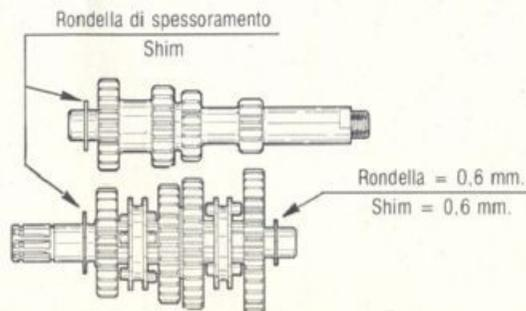

FIG. 27 Cambio a 4 velocità 4 speed gear-box
- 3) VERIFICARE l'integrità del cambio e montare le rondelle di rasamento al giusto posto. Nel caso di sostituzione assicurarsi che esso sia montato nelle stesse condizioni di lavoro del precedente e con un gioco assiale **inferiore a 0,1 mm**. Per ottenere ciò rilevare la distanza dei rasamenti sul carter (compresa la guarnizione centrale) e sui pezzi e compensare la differenza con rondelle di spessoramento montandole come indicato in figura (fig. 27).